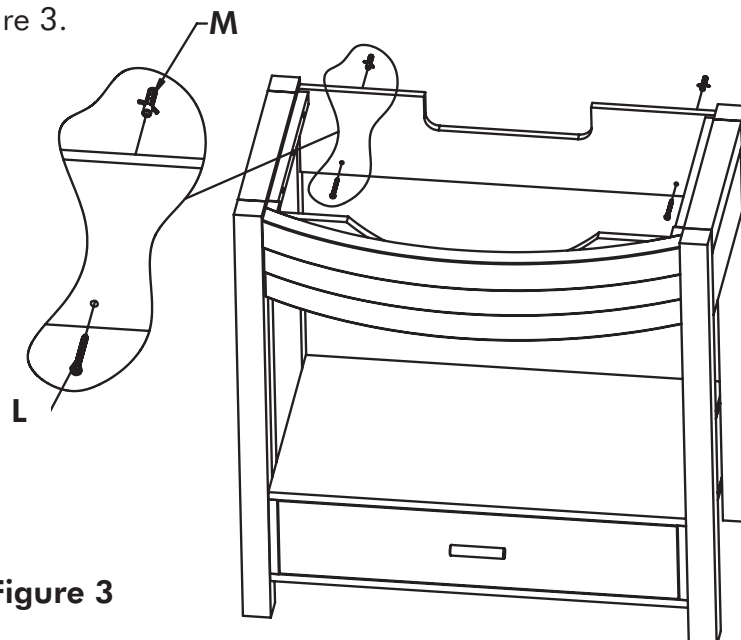

Figure 3
- o Avec l'aide d'une autre personne, placez le meuble-lavabo à l'endroit désiré. Placez le meuble-lavabo droit et de niveau, puis marquez l'emplacement des vis murales (L) en passant par les trous de montage, tel qu'illustré.
- o Retirez le meuble-lavabo de l'emplacement où il sera installé. Percez des trous, insérez des ancrages (M) et fixez le meuble au mur à l'aide des vis murales.
- o Reportez-vous à la figure 3.